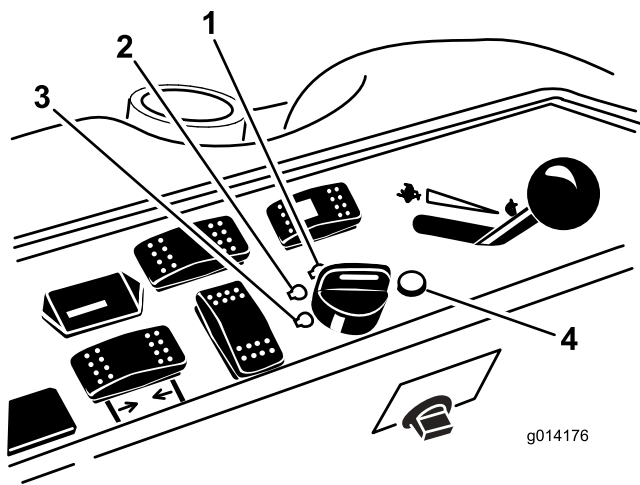

Рисунок 21
6. Поверните ключ зажигания по часовой стрелке в положение РАБОТА (Рисунок 21).